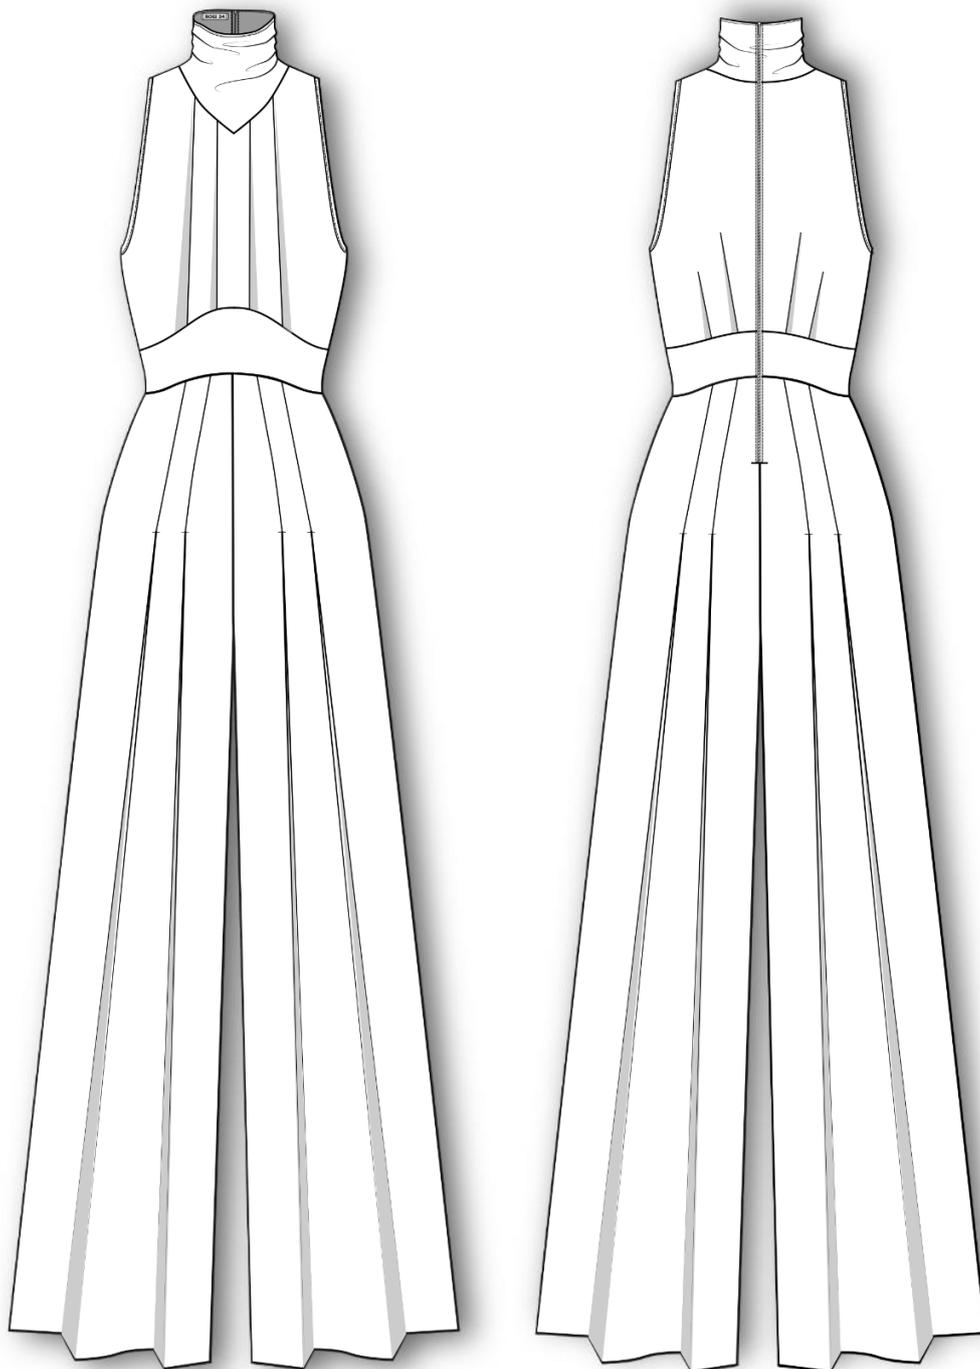

Рисунок 3 - Технический эскиз модели
1. Внимательно прочитайте описание модели и рассмотрите эскиз. Не забудьте про дополнительные отделочные и (или) вспомогательные детали, с помощью которых декорировано изделие или обработаны края деталей (с.2, рис. 3; табл. 1, с. 4).